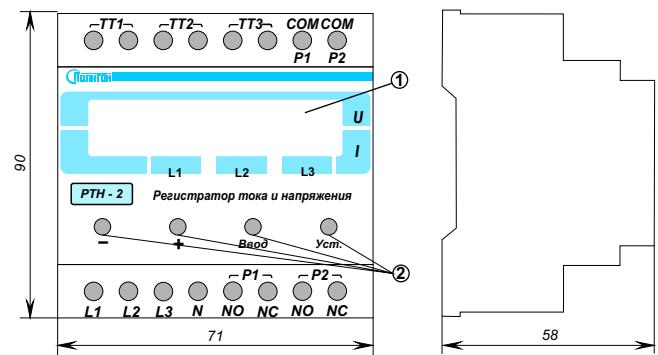

Рис.6. Внешний вид блока (габаритные размеры)
- двухстрочный ЖКИ-дисплей (рис. 6, п.1)
«-», «+», «Просм.», «Уст.» (рис. 6, п.2).
3.2.1. Установить блок в электроощите на DIN-рейку. Внешний вид прибора показан на рис. 6.